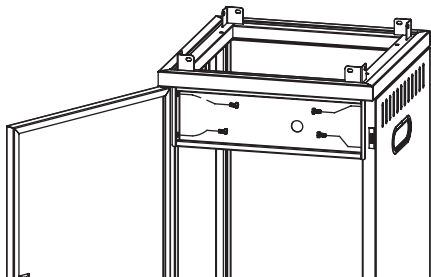

Рис. 10.
7. Расположите круглое отверстие панели управления справа посередине верхней части левой и правой боковых пластин, закрепите его четырьмя винтами с шестигранной головкой М6х12, закройте переднюю дверцу и верхней пластиной корпуса, затем откройте переднюю дверцу и затяните винты. Отрегулируйте установку таким образом, чтобы передняя дверца имела равномерный зазор с верхней пластиной и корпусом коробки. Если панель управления не может быть свободно установлена между левой и правой боковыми пластинами, ослабьте винты А и В на предыдущем шаге, а затем затяните винты А и В после завершения этого шага сборки (рис. 10).